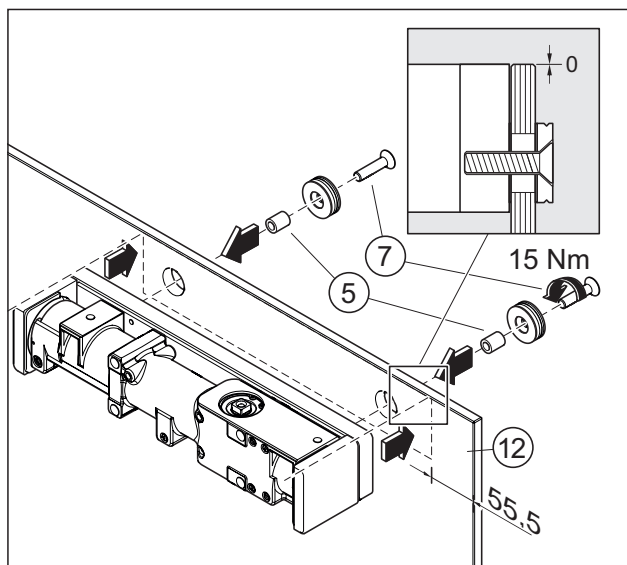

Abb. 10 Die Trageplatte, die Schlauchabschnitte und die Systemfixierer an die Bohrungen anbringen
2. Die Trageplatte auf der Bandseite (innen) und die Systemfixierer auf der Bandgegenseite (außen) an den Bohrungen der Glastür ausrichten und mit einem Drehmoment von 15 Nm an der Glastür fixieren (Abb. 10).